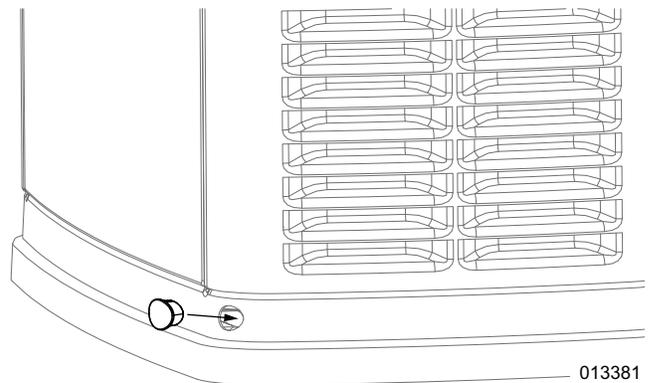

Figura 4-4. Instalación de los tapones de la base
3. Consulte la Figura 4-4. Instale los tapones de la base en la base del generador.